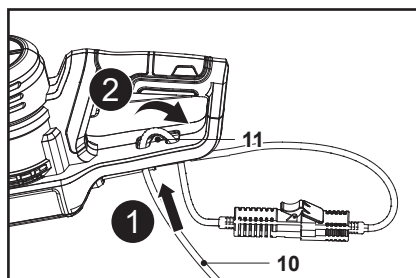

Fig. 3
2. Replier le cordon d'alimentation (10) à environ 20 cm de la prise, faire passer la boucle dans le trou du support de câble (11) et accrocher la boucle sur le crochet (Fig. 3, étapes 1, 2).